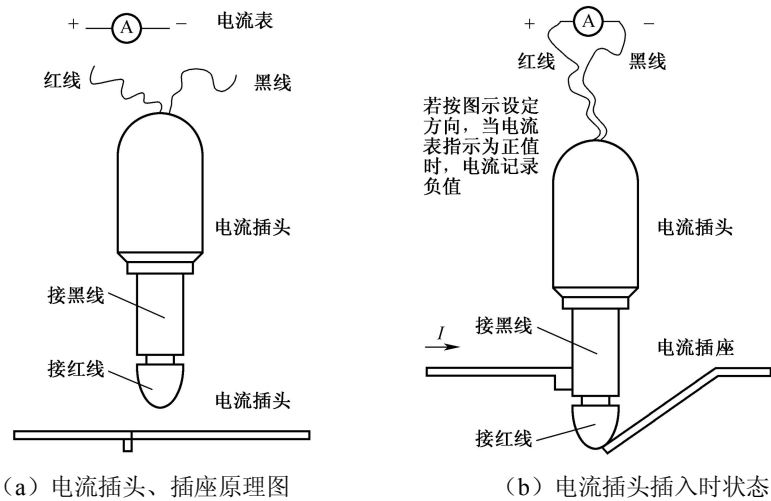

图 1-1-2 实验台电流插头测量各支路电流示例
- (5) 在实验台上用电流插头测量各支路电流时，要弄明白电流插头插入电流插座后，插头的两根线分别接到了电流插座的哪一端。应该注意仪表的极性 & 数据表格中 “+”、“-” 号的记录。电流插头的使用如图 1-1-2 所示。